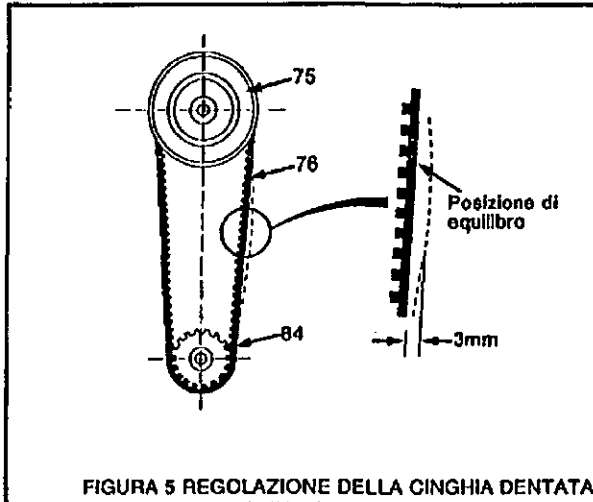

FIGURA 5 REGOLAZIONE DELLA CINGHIA DENTATA
Rimuovere il coperchio della scatola (79) e regolare la cinghia di trasmissione (76) trazionandola con delicatezza in corrispondenza dell'estremità inferiore della puleggia del motorino (75), in modo che lo scostamento orizzontale al centro della cinghia rispetto alla posizione di equilibrio sia pari a circa 3 mm (vedere la figura 5).